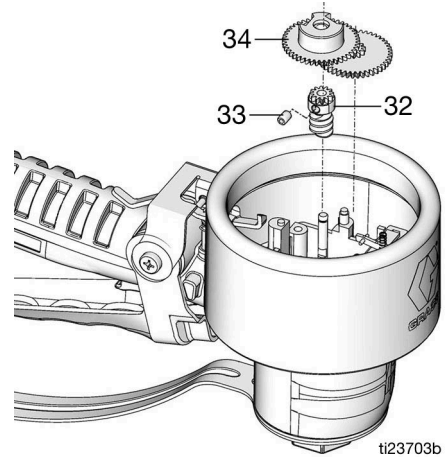

FIG. 32
2. Placez les roues dentées (32, 34). Avec une clé hexagonale de 2 mm, visser et serrer la vis sans tête des roues dentées (33) (FIG. 32).